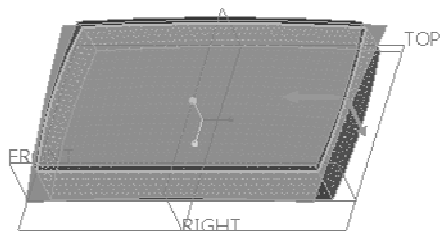
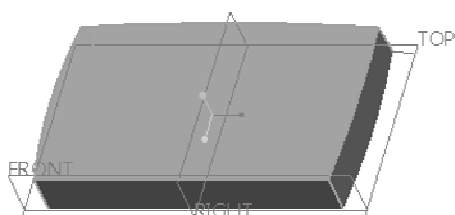

图 7-156 指示要保留的面组侧
图 7-157 面组合并效果
- 3 要保留的面组侧如图 7-156 所示, 然后在“合并”选项卡中单击“完成”按钮, 面组合并的结果如图 7-157 所示。此时, 可以在模型树中右击“草绘 1”特征, 从快捷菜单中选择“隐藏”命令, 将该曲线隐藏。